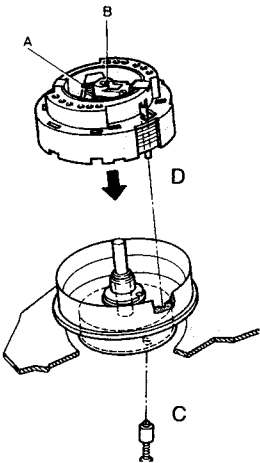

Abb. 3
- Den Referenzstift C (jeder Service-Kopfscheibe beige) durch das Loch im Scannermotor einschieben und die Kopfscheibe solange verdrehen, bis dieser im Loch des Rotors einschnappt (Fig. 3).
- Die Kopfscheibe in der Mitte mit einer Kraft von 1 N niederdrücken (Schutzkappe B; Fig. 3).